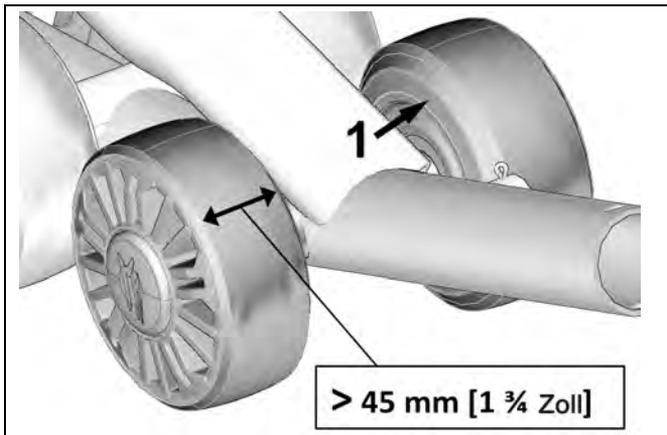

Abbildung 46
Überprüfen Sie den Abnutzungsgrad der Räder, besonders an der inneren Führungsleiste (Abbildung 46). Wenn die Innenseite (1) durchlöchert ist bzw. die Breite der Lauffläche des Rades eine Breite von weniger als 45 mm erreicht hat, muss das Rad ausgewechselt werden. Ein Rad, das übermäßig abgenutzt ist, bietet keine ausreichende Stützfunktion für die Führung der Raupenkette.